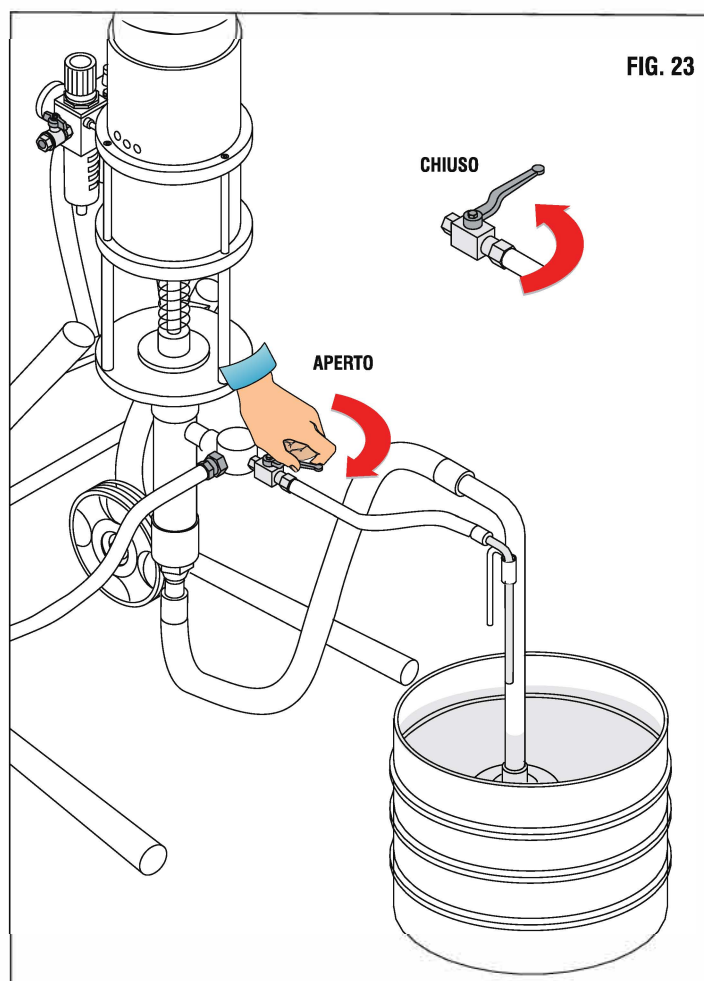

FIG. 23
- 4) Aprire il rubinetto di ricircolo per far uscire l'aria all'interno del circuito della pompa (fig.23).
6) Una volta uscita tutta l'aria, chiudere il rubinetto del tubo ricircolo (fig.23), in modo da consentire alla pompa di raggiungere il proprio equilibrio statico di pressione.